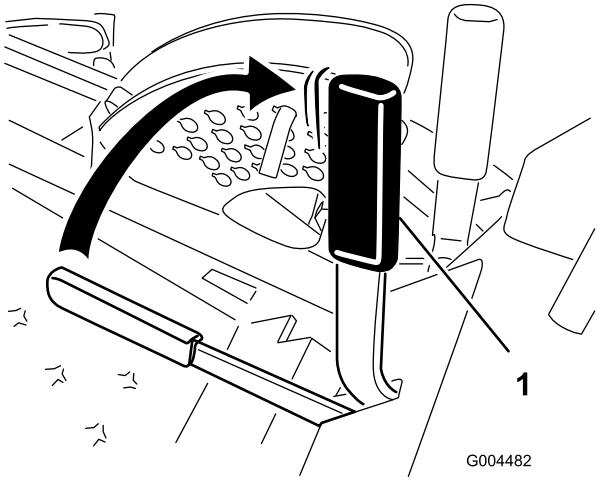

図 14
2. 駐車ブレーキ(図 14)を後ろに引き上げて、駐車ブレーキをかける。駐車ブレーキ・レバーが確実に固定されたのを確認する。
ブレーキ・レバーを前に倒して解除する（図 14）。